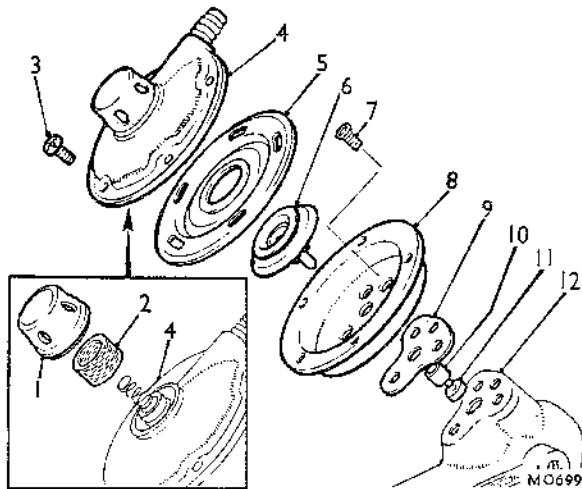

Fig. Mb.2
- Conjunto de válvula de aire (Fig. Mb.2)
- (5) Sujetar en un tornillo de banco de mordazas blandas el cilindro secundario con la válvula de aire en la parte superior y desconectar el tubo de goma de su conexión en la tapa.
- (6) Quitar los tornillos que fijan la tapa de plástico al alojamiento de la válvula y levantar la tapa completa con el sub-conjunto de la válvula de aire. El funcionamiento sospechoso de la válvula de aire se puede remediar montando un conjunto de tapa de repuesto que comprenda la tapa, el filtro y la válvula de aire como una pieza conjunta del juego de reparación correspondiente.
- (7) Quitar el diafragma de goma y su soporte de plástico para tener acceso a los tornillos de fijación del alojamiento de la válvula. Quitar los tornillos y sacar el alojamiento y su junta.
- (8) Tapar con un dedo uno de los orificios de paso del líquido en el cilindro secundario y aplicar aire a baja presión por el orificio restante para expulsar de su alojamiento el pistón de la válvula de aire. Quitar la cápsula de go-